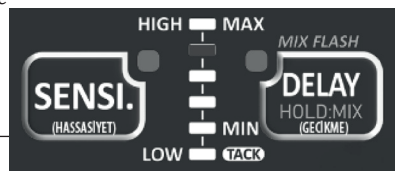

Figura 2
- La sensibilità dei sensori può essere regolata su livelli basso (MIN) o alto (MAX). Il livello selezionato verrà visualizzato sul display LED. Regolare la sensibilità premendo il pulsante SENS fino a raggiungere il livello desiderato, quindi fermarsi (vedere Figura 2).